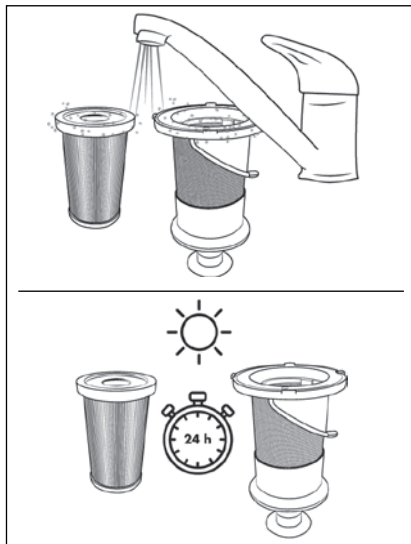

Fig. 25
- 5) Rincez le filtre EPA **5** et le filtre en acier inoxydable **6** sous l'eau froide ou tiède. Laissez le filtre EPA **5** et le filtre en acier inoxydable **6** sécher complètement à l'air avant de les replacer dans le bac à poussière **7** (voir fig. 25).